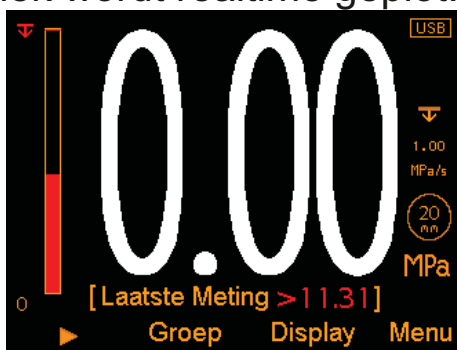

Fig. 1: Metingen
- **Metingen (Fig. 1)**; de laatste meting wordt weergegeven onder de huidige drukmeting en wordt pas bijgewerkt als de huidige meting is opgeslagen.